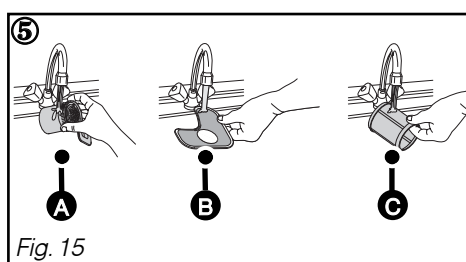

Fig. 15
Ca. en gang om måneden vil opvaskemaskinen minde om, at filtrene skal rengøres (se kapitlet "Rengøring af affaldsfiltere – Fig. 15).
- ② Drej affaldsfilteret løst en kvart omgang, og tag det ud Ⓐ.
- ③ Fjern det store filter Ⓑ.
- ④ Tag mikro-filteret sien ud Ⓒ.
- ⑤ Gør filtrene godt rene Ⓐ, Ⓑ og Ⓒ under vandhanen. (Fig. 15)